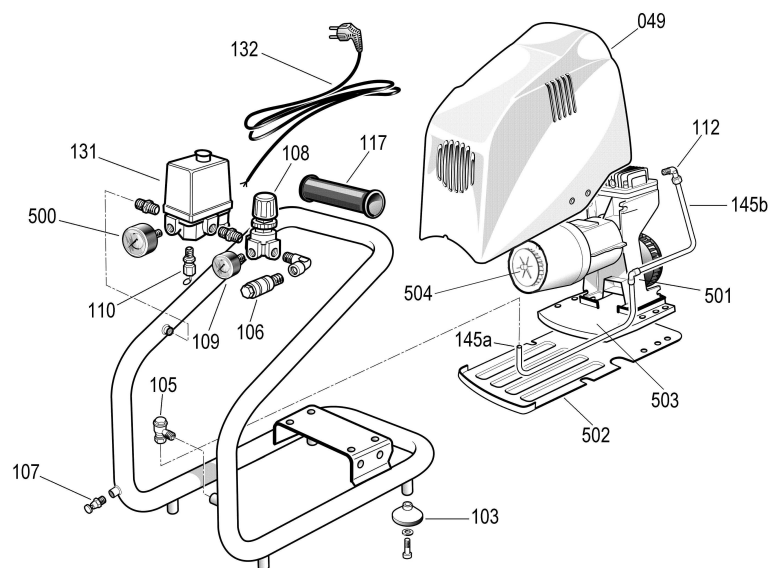

Fig. 1
- Vider la cuve ➢ Purger (incliner l'appareil) **(Fig.1)**